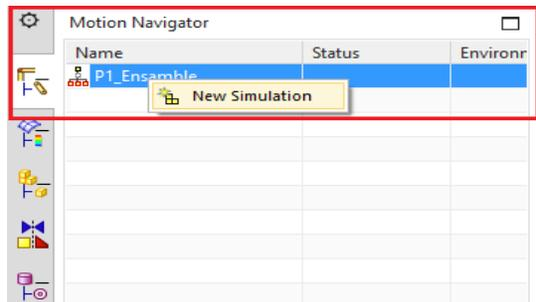

Figura 1.2.2 Menú Motion Navigator
- Seleccionar **Motion Navigator** en la barra de opciones, dar click derecho sobre el nombre del ensamble y a continuación en **New Simulation**. (Figura 1.2.2)